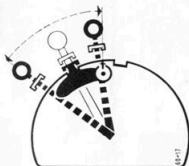

Fig. 15.
7. Manövrering av utvändiga hydrauliska cylindrar. (fig. 15)
Oljecirkulationen till eller från utvändiga cylindrar regleras med manöverspaken (fig. 8). Spakens reglering underlättas om det främre skjutbara stoppet inställs enligt fig. 15. Stoppets fixeringsklack sätts i linje med sektorns bakre urtag och underlättar därmed sökandet efter neutralläget.
Neutralläge = $\left\{ \begin{array}{l} \text{Ingen olja i retur.} \\ \text{(mittre läget bild 15)} \end{array} \right\} \text{Ingen olja från pump.}$
(övre läget bild 15)
(nedre läget bild 15)